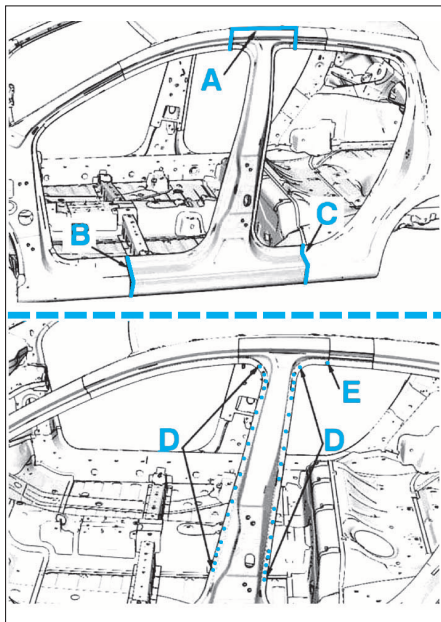

FIG. 37
• Poser et souder la pièce neuve aux endroits indiqués A,B,C,D,E,F et G (Fig.37 et 38)